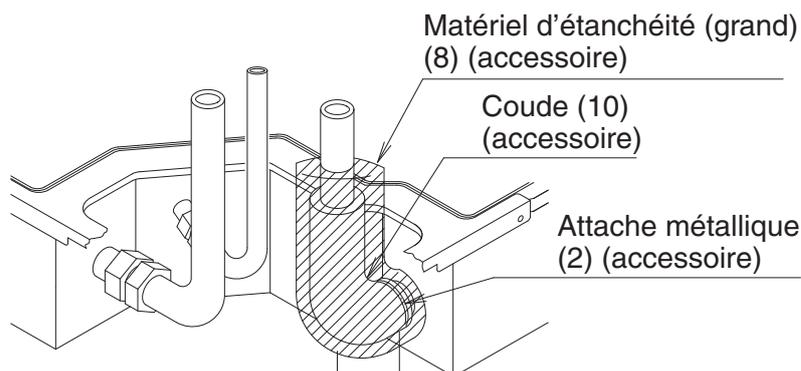

Fig. 25
- Le tube d'évacuation peut être connecté à partir de 3 directions. (**Reportez-vous aux Fig. 25, 26 et 27**)
(Reportez-vous aux Fig. 25, 26, 27 et 31)
4. Isolez l'attache métallique (2), le tube d'évacuation (1), le coude (10) avec le matériel d'isolation (Grand) (8) joint. **(Reportez-vous aux Fig. 25, 26, 27 et 33)**